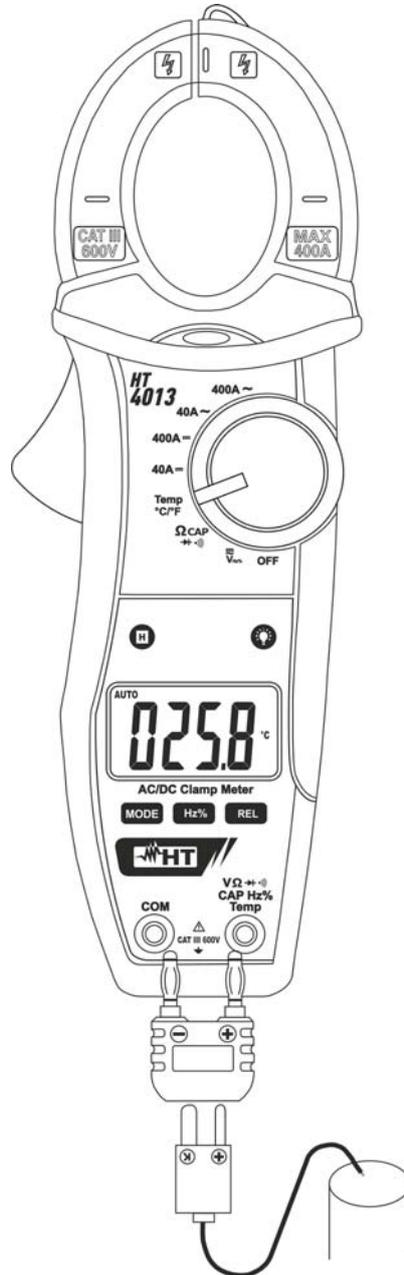

Fig. 9 : Utilisation de la pince pour mesure de température
3. Insérer la sonde à fil de type K de dotation dans les bornes d'entrée **VΩ→←CAPHz%Temp** et **COM** par l'adaptateur correspondant, en respectant la polarité montrée en Fig. 9. La valeur de température apparaît à l'écran.